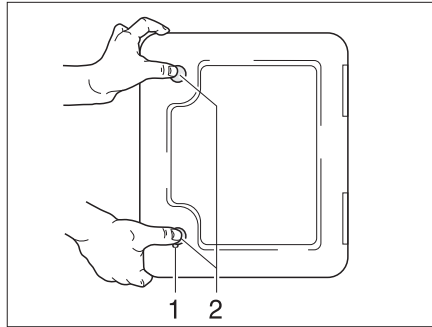

Fig. 142 Portillon pour cassette Thetford
Le portillon pour la cassette Thetford (Fig. 142) se trouve à l'extérieur du véhicule.
- Insérer la clé dans le barillet du verrou à pression (Fig. 142,1) et la tourner d'un quart de tour dans le sens des aiguilles d'une montre.
- Appuyer du pouce et simultanément sur les deux verrous de pression (Fig. 142,2) et ouvrir le portillon pour la cassette Thetford.